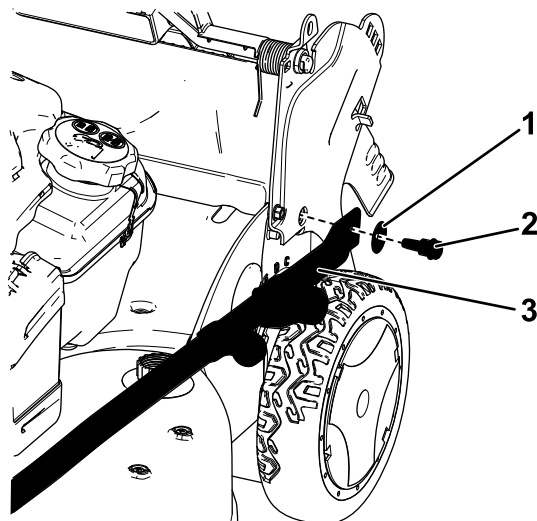

Figure 3
2. Fixez les extrémités du guidon au carter de la machine avec 2 rondelles et 2 boulons (Figure 3), mais ne serrez pas les boulons.